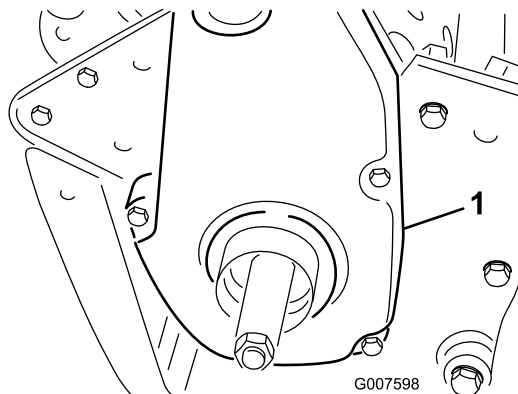

Figure 37
1. Retirez les fixations du couvercle de la courroie et déposez le couvercle pour exposer la courroie (Figure 37).